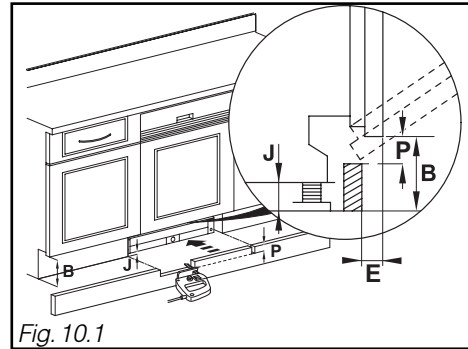

Fig. 10.1
Vuelva a montar el plinto recortándolo si es necesario de acuerdo con una cota **P** (véase tabla y Fig. 10.1).
- Mida la cota de profundidad del **E** (Fig.10.1) entre el plinto del mueble y la parte delantera del mueble. Anote el valor **P** en la tabla dada por **E** y **B - J**